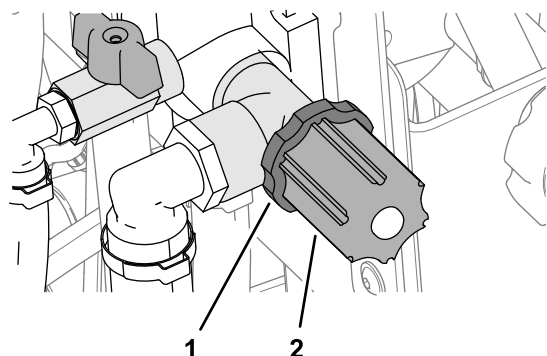

Figura 42
- Gire el pomo de la válvula de control en sentido horario para aumentar la presión del sistema de fumigación (Figura 42).
- Gire el pomo de la válvula de control en sentido antihorario para reducir la presión del sistema de fumigación (Figura 42).
- Afloje la contratuerca y gire el pomo de la válvula de control en sentido antihorario (Figura 42).